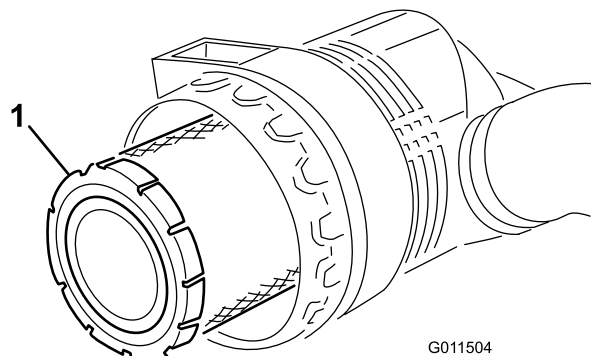
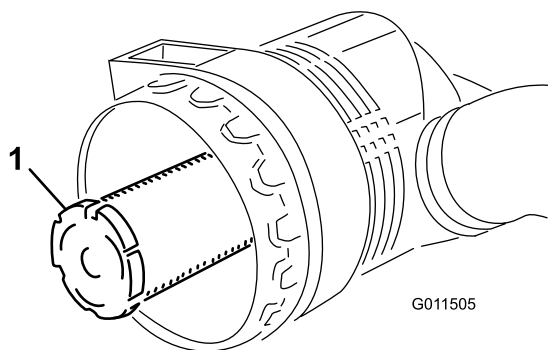

Figura 49
Figura 50
3. Retire el filtro primario (Figura 49). No se recomienda limpiar el elemento usado debido a la posibilidad de causar daños al medio filtrante. Asegúrese de que el filtro nuevo no ha sido dañado durante el transporte, comprobando el extremo sellante del filtro y la carcasa. No utilice el elemento si está dañado. **No** retire el filtro de seguridad (Figura 50).
Importante: No intente nunca limpiar el filtro de seguridad (Figura 50). Sustituya el filtro de seguridad por uno nuevo después de cada tres lavados del filtro primario.
4. Cambie el filtro primario (Figura 49).